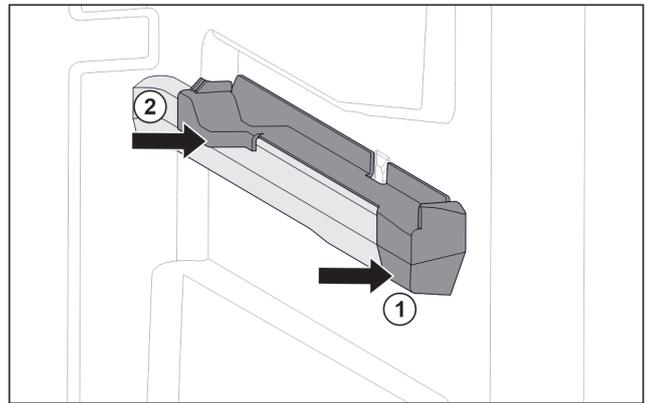

Fig. 32 Наставка върху дясното ребро на съда
- ▶ Поставете наставката отпред към реброто на съда. Fig. 32 (1)
- ▶ Притиснете наставката отзад. Fig. 32 (2)